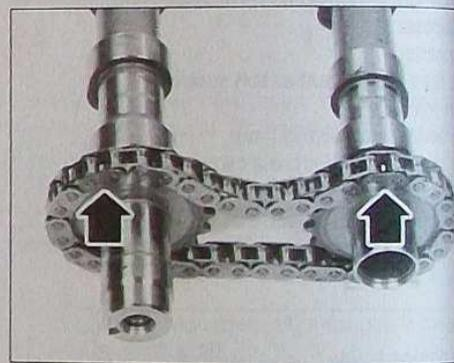

FIG.44
- Positionner la chaîne des deux arbres à cames en respectant les deux repères sur la chaîne. Les deux maillons cuivrés sur les dents peintes en jaune des pignons d'arbres à cames (Fig.44).